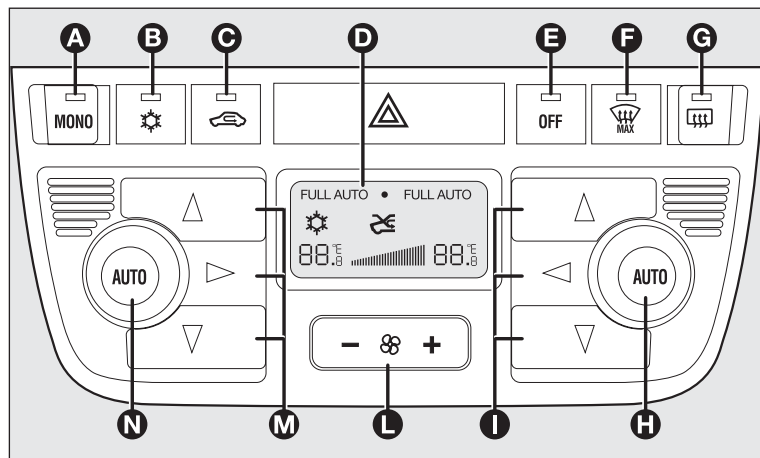

fig. 65
COMMANDES fig. 65
Pour revenir à la gestion séparée des températures et de la distribution de l'air dans les deux zones de l'habitacle, il suffit de tourner la bague **H-fig. 65** ou d'appuyer de nouveau sur le bouton **MONO A** lorsque le voyant sur le bouton est allumé.
- ❑ enclenchement forcé (recyclage d'air toujours enclenché), signalé par l'allumage du voyant sur le bouton **C** fig. 65 et par le symbole  sur l'affichage;